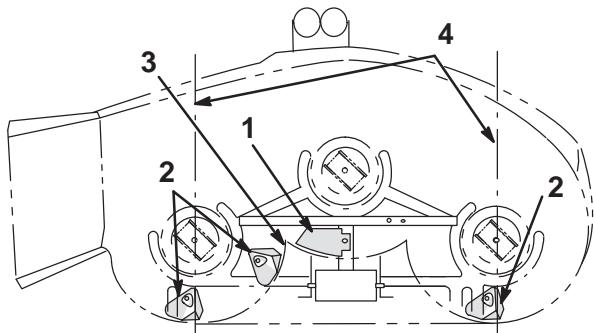
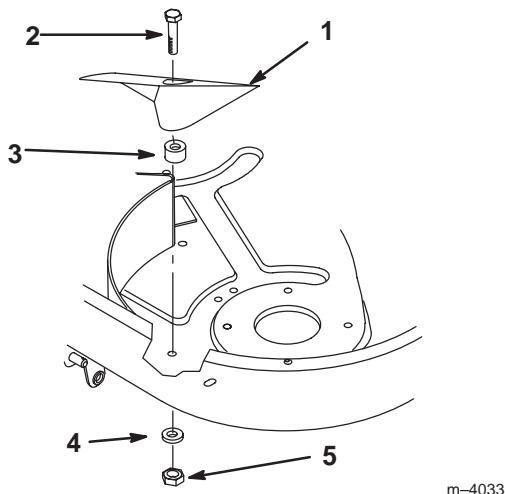

Figure 16
Figure 17
1. Placez la plaque "kicker" en position (Fig. 16).
3. Montez les déflecteurs (Fig. 16) et fixez-les à l'aide de 3 boulons (bolts (5/16 x 1 pouce), entretoises, rondelles plates et contre-écrous (Fig. 17)